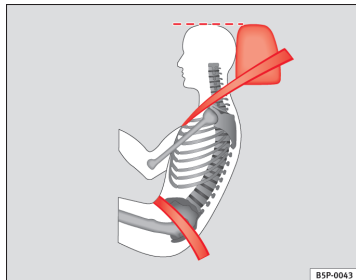

Fig. 13 Sangle bien ajustée et appuie-tête correctement réglé (vue de côté)
- La sangle sous-abdominale de la ceinture de sécurité doit passer devant le bassin, jamais sur le ventre. La ceinture de sécurité doit s'appliquer bien à plat sur le bassin et l'enserrer fermement ⇒ fig. 13. Le cas échéant, resserrez légèrement la sangle.